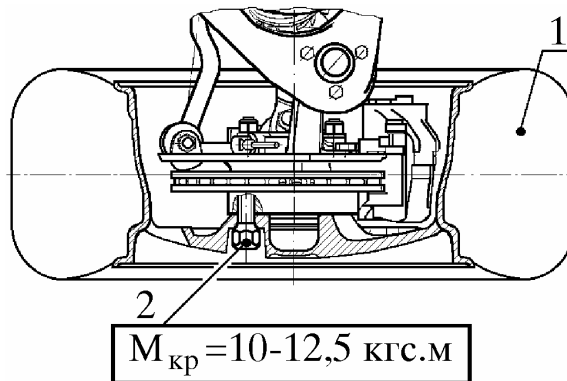

Рис. 24. Крепление передних колес:
6.3. Затянуть десять болтов 2 (рис. 24) крепления передних колес 1 с моментом от 100 до 125 Н.м (10 - 12,5 кгс.м)